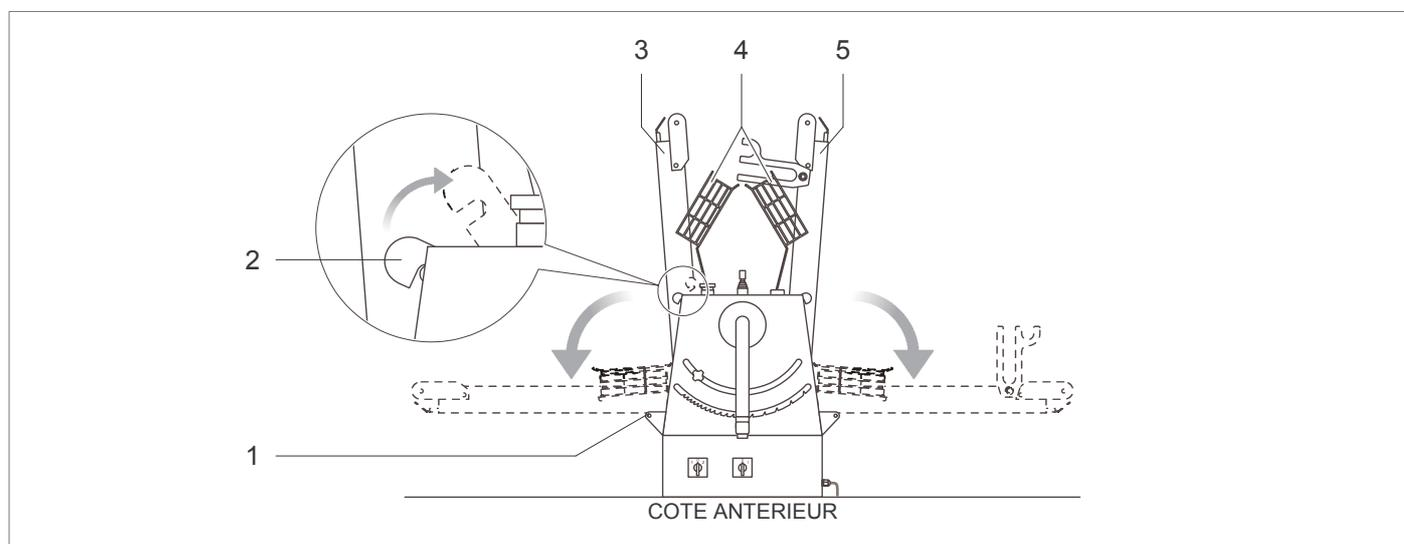

FIG. 6 (Ouverture plans de travail)
- 1) En tenant une manie sur le plan de travail gauche (FIG. 6 - Rif. 3) élever le crochet arrê plan (FIG. 6 - Rif. 2);
- 3) Répéter les opérations des points 1) et 2) pour le plan de travail droit (FIG. 6 - Rif. 5);
- 4) Baisser les grilles de protection (FIG. 6 - Rif. 4) .